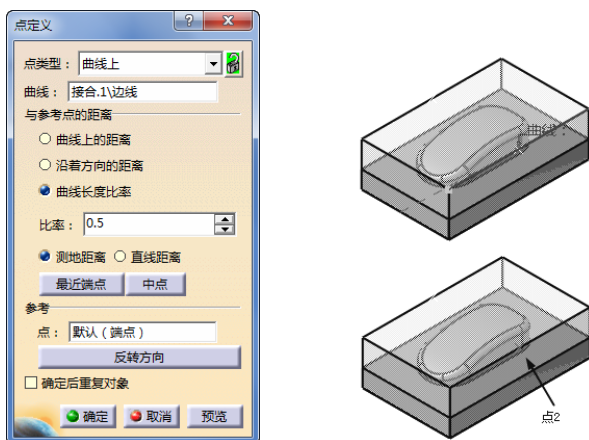

图 3-6 创建点 2 (1)
● 单击线框工具栏上的点按钮 ，弹出“点定义”对话框，选择“点类型”为“曲线上”，选择如图 3-6 所示的边线，单击“中点”按钮，然后单击“确定”按钮，创建点 2 (1)，如图 3-6 所示。